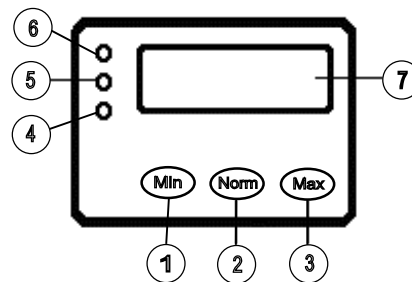
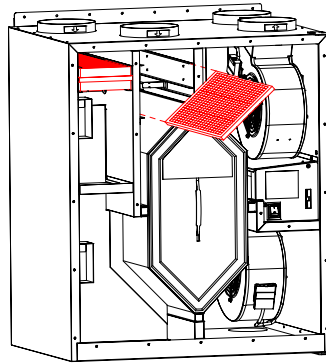

Fig. 2
Fig.4
BEDIENUNG (Fig. 2)
WARTUNG (Fig. 4 and 5)
Wenn die eingestellte Frist für den Filterwechsel abgelaufen ist, beginnt eine gelbe Leuchte (5) fig.2 an zu blinken und „Filter“ wird am Display angezeigt. Das Gerät kann zwar weiterhin genutzt werden, jedoch sinkt der Wirkungsgrad immer weiter. Um die Filter auszuwechseln, öffnen Sie die Fronttüre und ziehen die Filter heraus (Fig. 4). Schieben Sie die neuen Filter hinein und schließen Sie die Türe.